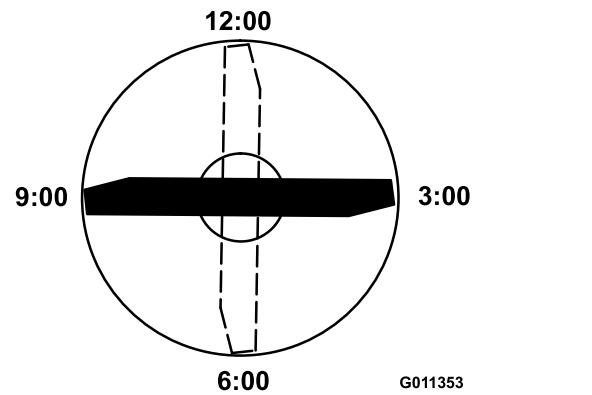

Figura 71
- Posicione a extremidade de corte da extremidade marcada da lâmina na posição das 12 horas (a direito na direção do corte) e meça a altura da mesa à extremidade de corte da lâmina (Figura 71).
- Rode a extremidade marcada da lâmina para as posições das 3 horas e das 9 horas e meça as alturas (Figura 71).